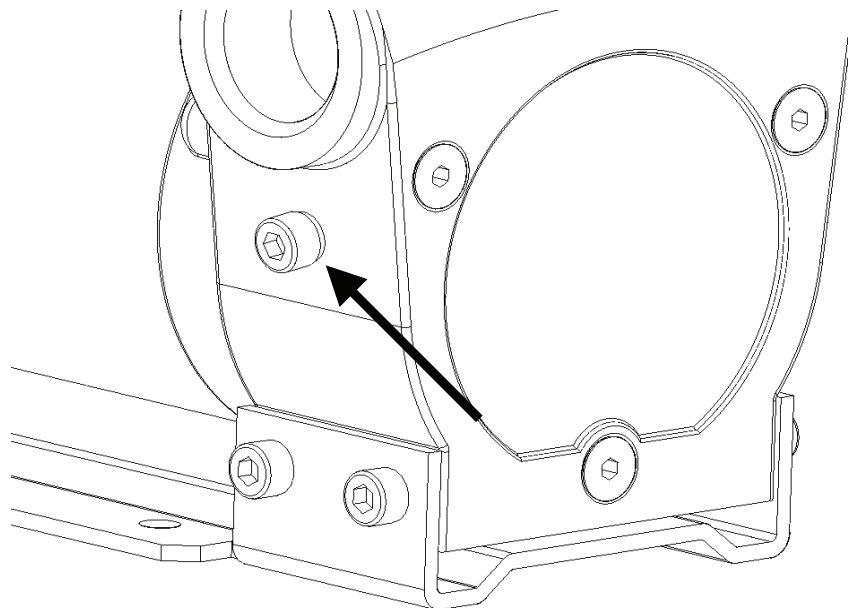

Fig. 3-1: Fori per la protezione del sifone coperti da vite (stato di fornitura)
- Allentare ed eliminare la vite insieme alla guarnizione, che si trova lateralmente nell'alloggiamento della pompa (vedere fig. 3-1).